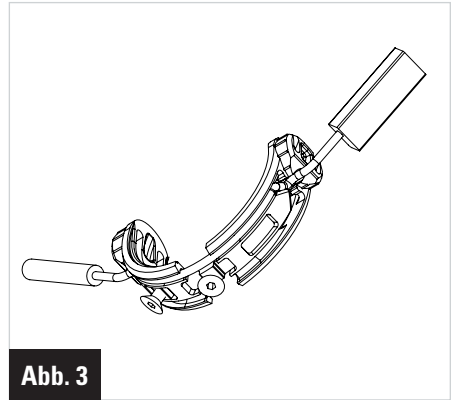

Abb. 3
3- Kabelführungen im Tretlagergehäuse installieren. Nur das Elektrokabel für den hinteren Umwerfer muss im Tretlagergehäuse verlegt werden. Liner-Führungen (2) montieren, dabei den Draht in den unteren Rillen einklemmen (Abb.3), anschließend Flansch (1) mit den Schrauben (3) festschrauben.